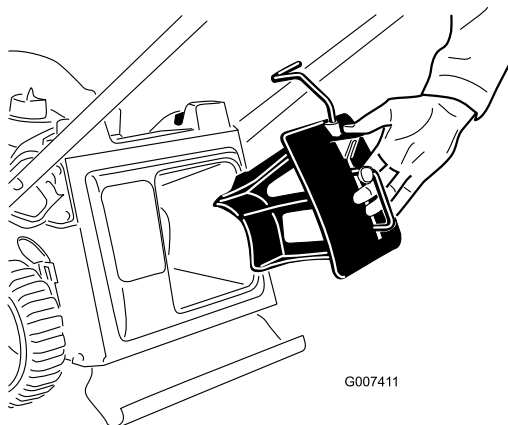

Figura 8
1. Qualora non sia già montato in sede, inserite il coperchio di scarico nel tosaerba (Figura 8).